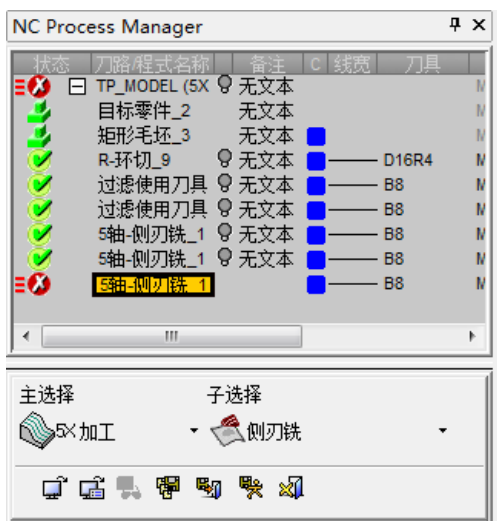

图 5-108 “NC Process Manager” 对话框 (6)
1) 创建程序。单击“加工向导”工具栏上的“加工程序”按钮,弹出“NC Process Manager”对话框(6),“主选择”为“5X 加工”,“子选择”为“侧刃铣”,如图 5-108 所示。